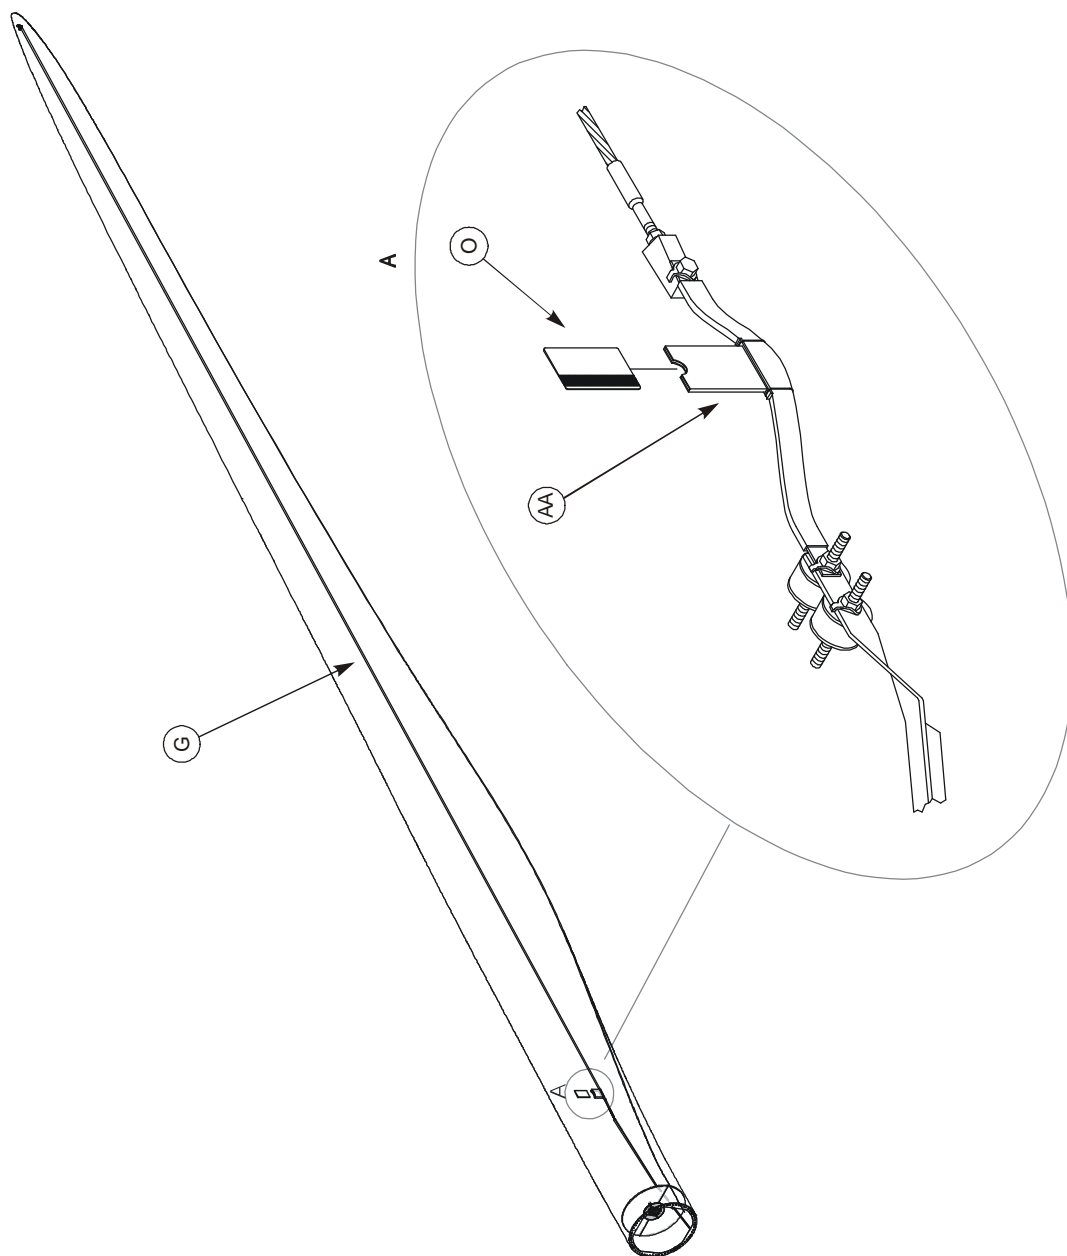

图 11: 导雷系统的卡片夹
1. 用拇指和食指顺时针转动雷电记录卡，从而松动其内部的锁定销。然后从卡座上取下雷电记录卡（参见图 11）。